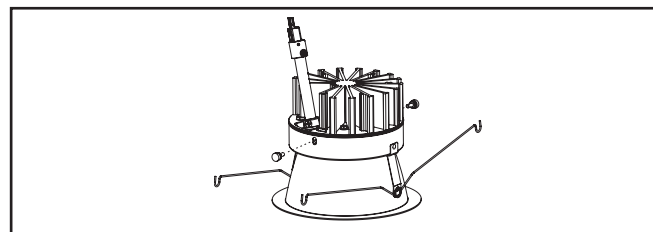

Figure 9.
6. À l'aide des vis à oreilles fournies, attachez solidement la garniture inférieure au moteur lumineux à DEL (Figure 9.).